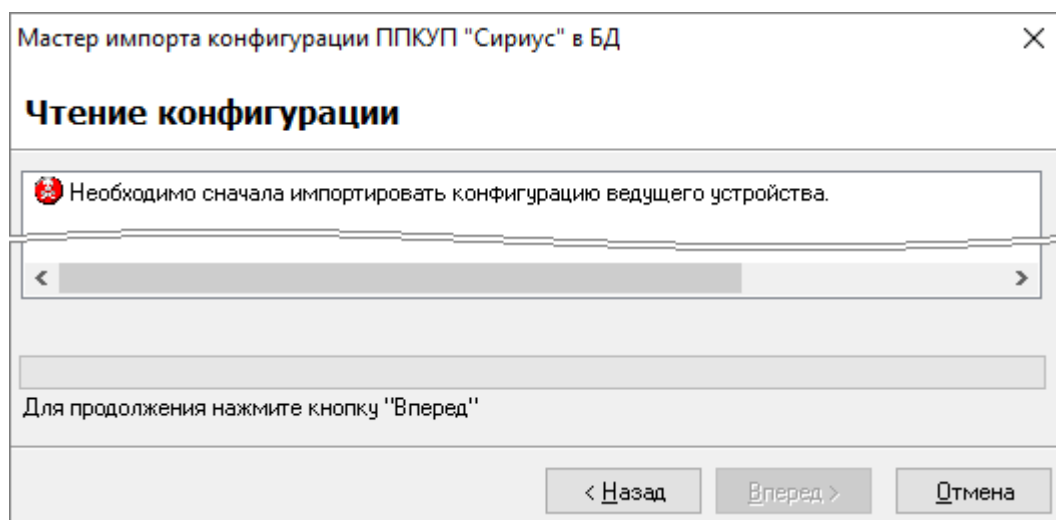

Рисунок 6-917 Мастер импорта конфигурации ППКУП "Сириус" в БД, страница чтения конфигурации, информация об ошибке
- если обнаружена ошибка, препятствующая импорту конфигурации, то информация об ошибке отобразится в информационном поле (см. Рисунок 6-917). В этом случае прервите работу Мастера нажатием кнопки «Отмена», устраните указанную ошибку и повторите шаги импорта конфигурации ППКУП «Сириус» заново (см. п. 6.4.1.2);